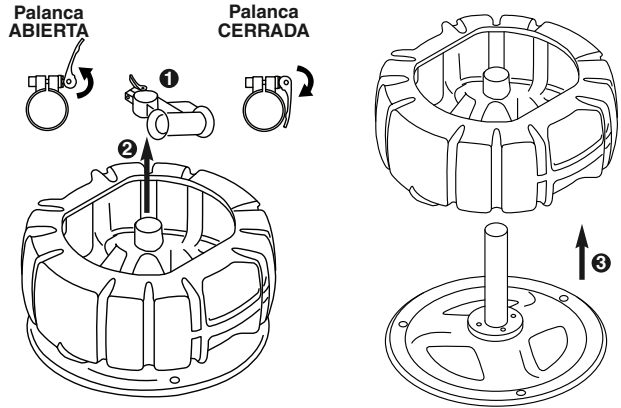

Figura 5 – Reemplazo del tambor
- Abra la palanca de liberación rápida del tubo guía (Figura 5).